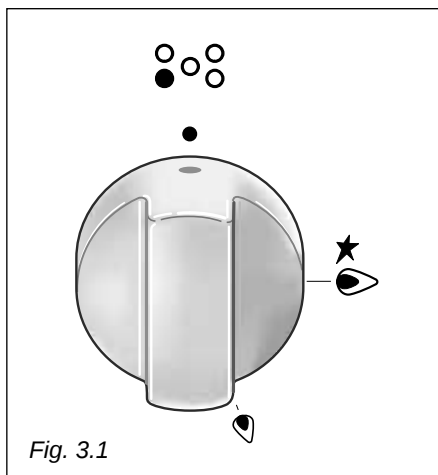
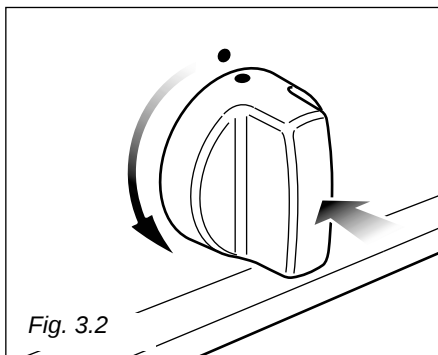

Fig. 3.1
Fig. 3.2
L'arrivée du gaz au brûleur est commandée par une manette (fig. 3.1).
- Pour allumer le brûleur, appuyer sur la manette et la faire tourner (fig. 3.2) jusqu'à la position de débit maximum (grande flamme ★🔥); puis continuer à appuyer sur la manette jusqu'à ce que l'allumage se fasse (fig. 3.1).